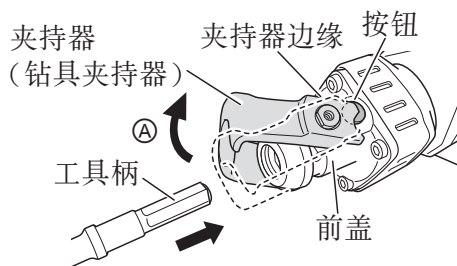

图 19
- (2) 按下按钮，向箭头方向 ① 轻轻抬起夹持器。如图 19 所示，按动按钮并使其固定，以便挂住夹持器边缘。
- (3) 从按钮上松开手指，再向箭头方向 ① 抬起夹持器。